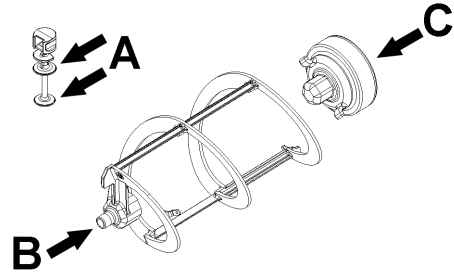
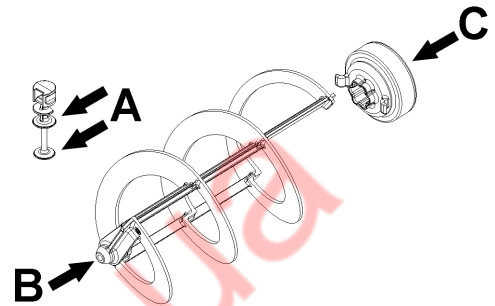

figure 19
figure 20
- 2 Lubrifier le piston du robinet, le joint hexagonal et le mélangeur aux points indiqués dans la (voir figure 19) (NG6) o (voir figure 20) (NG10). Utiliser **uniquement** la graisse fournie avec la machine ou une autre **graisse prévue pour un usage**
- 3 Remettre le robinet en place sur le bac en effectuant les opérations de la (voir figure 19) (voir figure 20) en sens inverse.